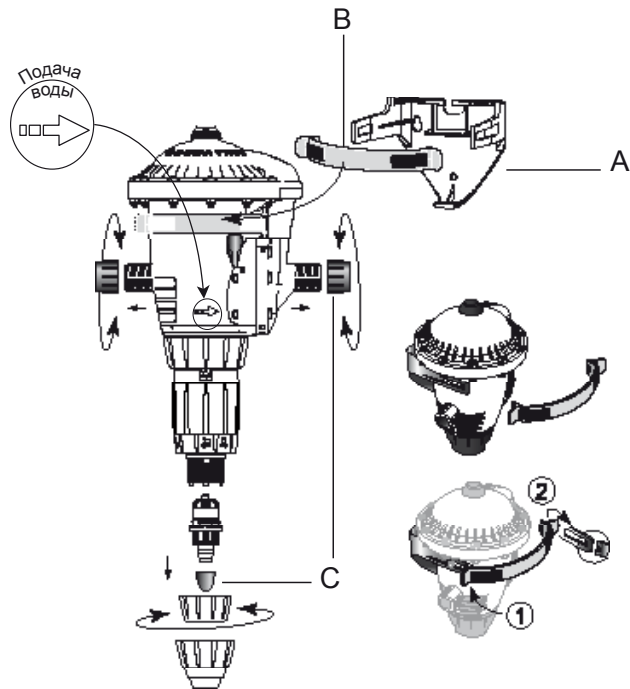

Рис. 1
- настенное крепление и ремень (Рис. 1-А)
- всасывающий шланг с сетчатым фильтром.(Рис. 1-В).
Перед подсоединением дозатора DOSATRON к водопроводной сети необходимо удалить защитные заглушки (Рис. 1-С), закрывающие его отверстия.